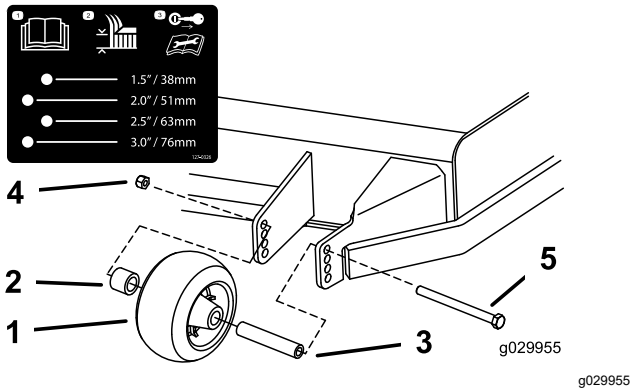
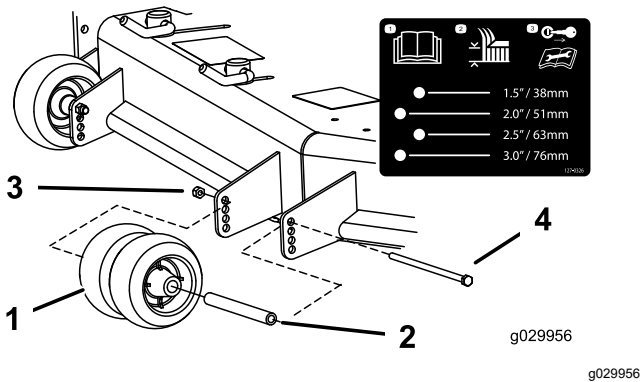
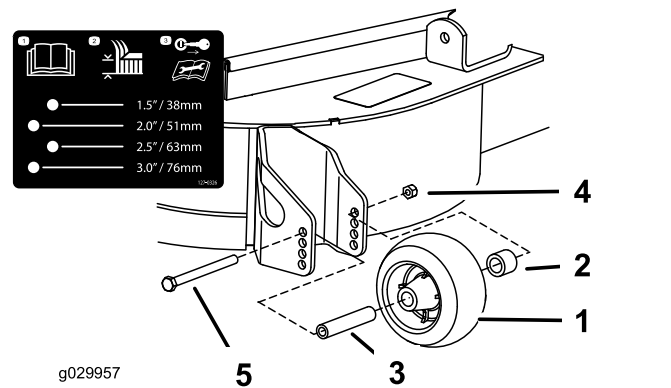

Figure 33
Figure 34
Figure 35
3. Ajuste los rodillos protectores del césped según se muestra en Figure 33, Figure 34 y Figure 35.